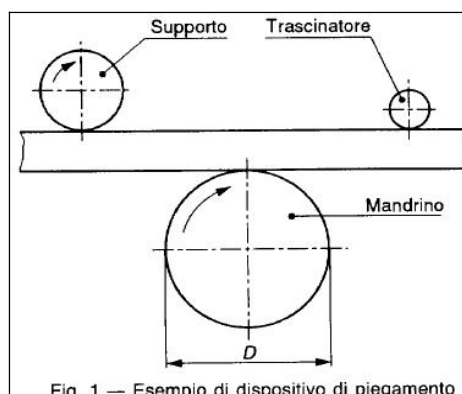

Fig. 1 — Esempio di dispositivo di piegamento
- piega il provino di un angolo  $\alpha$  pari a 180° attorno al mandrino (Fig. 1), effettuando il piegamento ad una velocità non superiore a 20° per secondo